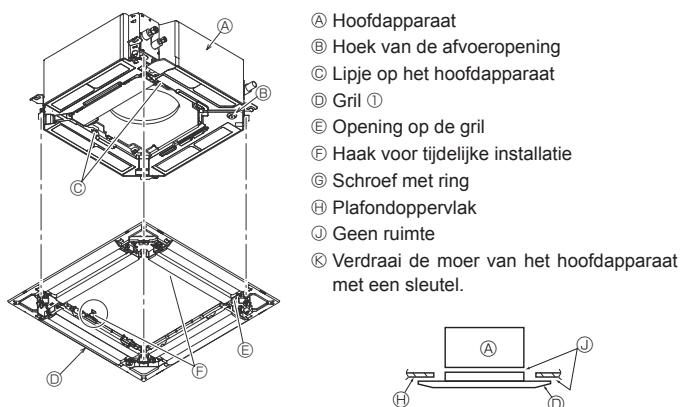

Fig. 9-6
### 9.4.2. Tijdelijke installatie van de gril (Fig. 9-6)
- Zet de gril aan het hoofdapparaat vast door de eerder geïnstalleerde schroeven aan te draaien. (Fig. 9-6)
Let er goed op dat er geen ruimte blijft tussen het hoofdapparaat en de gril of tussen de gril en het plafondoppervlak. (Fig. 9-6)